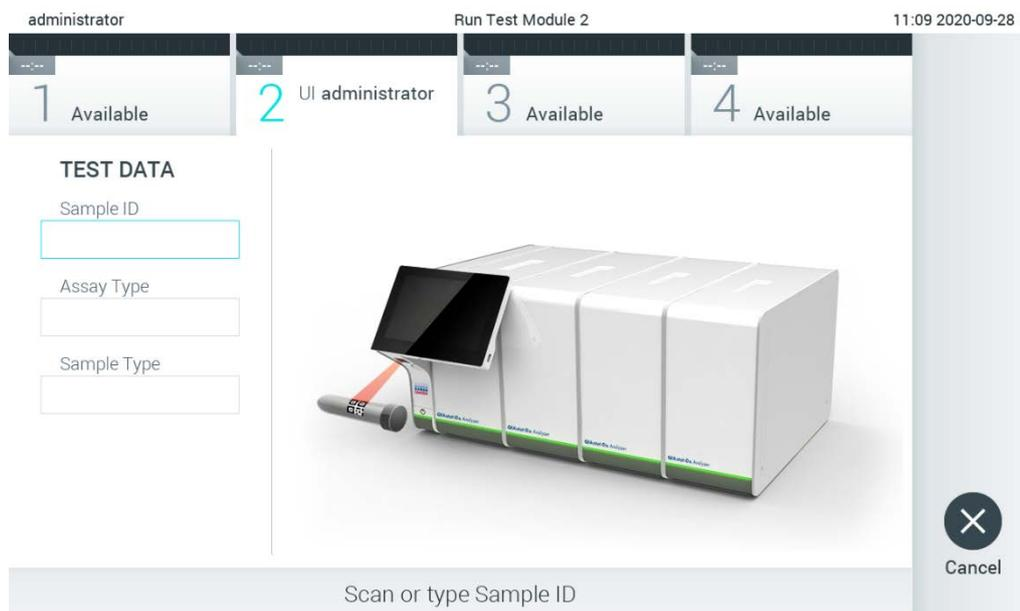

Figura 81. Escaneo del código de barras del identificador de la muestra.
2. Cuando se le indique, escanee el código de barras del identificador de muestra con el lector de códigos de barras que está integrado en el módulo operativo (figura 81).